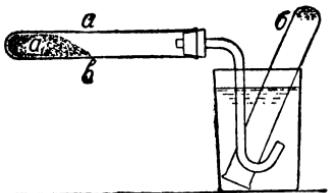

Рис. 10.
■ **Опыт 2.** Составьте прибор, как на рис. 10. Насыпьте в пробирку *a* углемедной соли (*a₁*) примерно столько, сколько показано на рисунке. Закройте пробирку пробкой с трубкой и укрепите в вакууме штатива. Вторую пробирку *b* наполните до краёв водой, заткните пальцем,
переверните, погрузите в воду и отнимите палец под водой. Таким же образом погрузите в стакан ещё одну пробирку. Когда всё готово, начните нагревать углемедную соль. Нагревайте сначала в месте, обозначенном на рис. 10 буквой *в*, а затем постепенно подвигайте пламя к донышку пробирки.